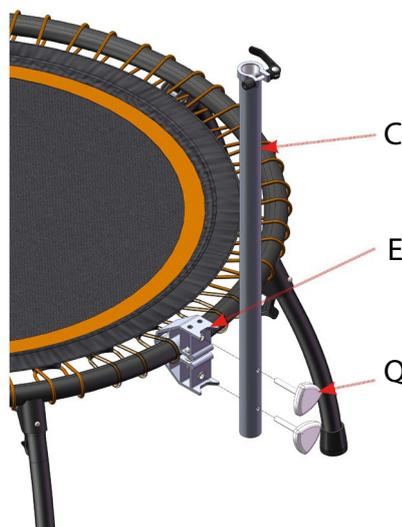

Abb. 10
Um das Halterohr an der Klemme (E) zu befestigen, verwenden Sie die Drehknöpfe (Q) (siehe Abb. 10).